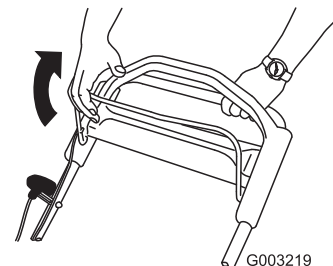

Bild 15
1. Ziehen Sie den Schaltbügel gegen den Bügel (Bild 15).